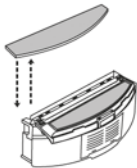
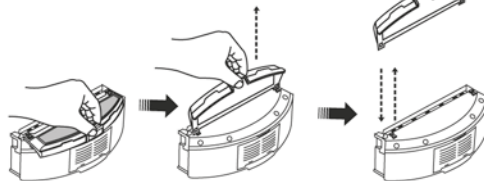

Abb. 8
Abb. 9
6. Kehren Sie den Staubbehälter um, ziehen Sie den Mop heraus, lösen Sie die hintere Stange und ziehen Sie dann den rechten und linken Verschluss an der Unterseite des Staubbehälters ab (siehe Abbildung 8 und Abbildung 9). Alle Teile müssen wie beim Ausbau montiert werden